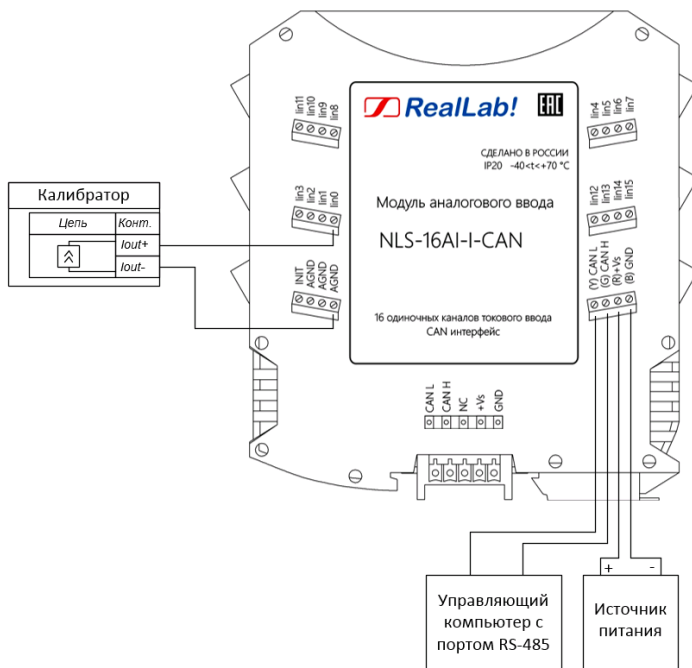

Рис. 4.1. Соединение приборов для юстировки модуля NLS-16AI-ICAN
- подключить источник тестового тока (калибратор) к юстируемому каналу модуля (рис. 4.1);